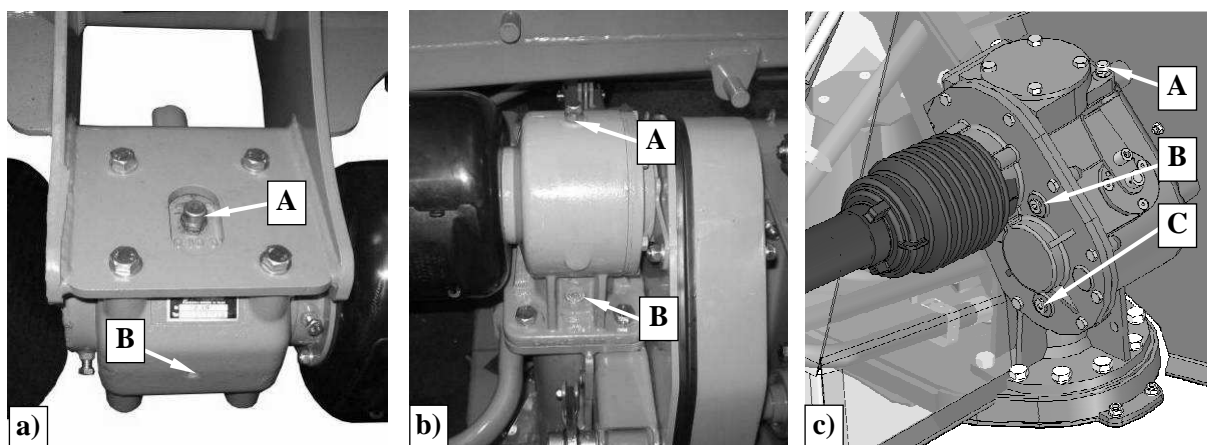

Abb. 49. Ölmenngen in Winkelgetriebe
Jedes mal vor dem Arbeitsbeginn, gilt es den Ölstand zu überprüfen und falls nötig, diesen durch das Herausdrehen des Stopfens (A) aufzufüllen (Abb. 49). Der Ölstand wird durch das Herausdrehen des Kontrollstopfens (B) überprüft. Sollte sich zu wenig Öl im Getriebe befinden, so gilt es so lange Öl einzufüllen, bis dieses durch den Kontrollstopfen (B) sichtbar wird. Die Ölmenge im Getriebe sollte 1L (Abb. 49a, b) und ca. 2,5L (Abb. 49c) betragen. Gemessen wird der Ölstand, nachdem das Mähwerk in die Waagerechte gestellt wurde. Der Stopfen (C) dient zum ablassen von Öl.